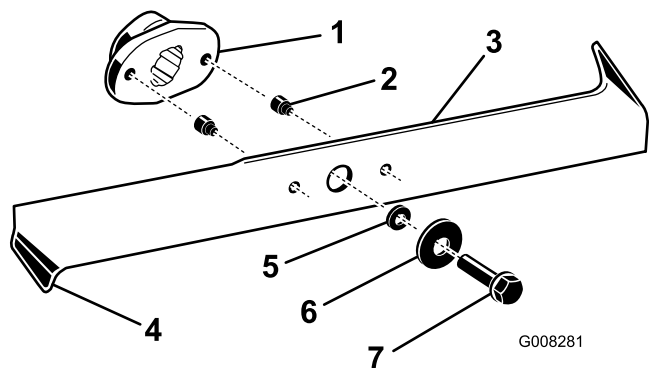

Figura 39
2. Inspeccione los filos de corte (Figura 39). Si los bordes no están afilados o tienen mellas, retire las cuchillas y afílelas; consulte Cómo afilar las cuchillas.
3. Inspeccione las cuchillas, especialmente los extremos inclinados (Figura 39). Si observa cualquier daño o
4. Si los pasadores de seguridad están rotos, sustitúyalos inmediatamente (Figura 39).
3. Retire los pernos, las arandelas y las cuchillas (Figura 39). Inserte un bloque de madera entre cada cuchilla y el cortacésped para bloquear la cuchilla mientras se retira cada perno.
1. Instale las cuchillas, las arandelas y los pernos (Figura 39).